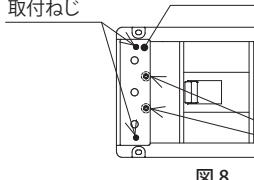

図 8
- ④ブレーカ取付ねじ（なべ小ねじ M6×60、小型丸座金、ばね座金）と四角ナットを適正締付トルク一覧表（P.1）の値で 4カ所締め付けてください。(図 8・10)
- ⑦適正締付トルク一覧表（P.1）の値で端子カバー取付ねじ（2カ所）を締め付けてください。(図 8)